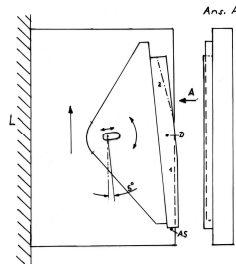

Abb. 5:
- 4: Sägen der beiden unteren Schrägen des Stocks. Hierzu bedarf es eines Aufnahmeschlittens. (Abb. 5) Der Ablauf. Seite 1 sägen, wenden, Seite 2 sägen.